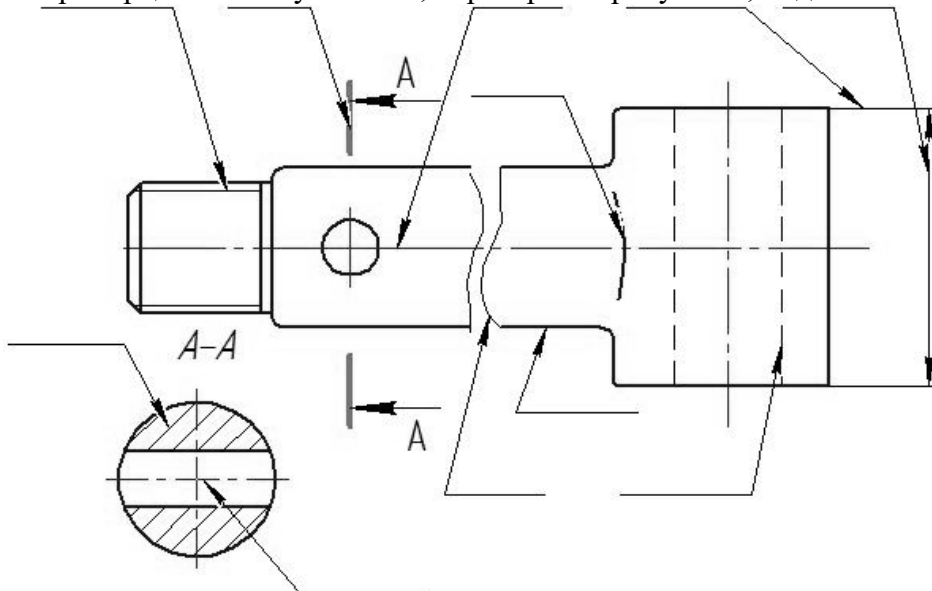

Рисунок 3
2. Пропорционально увеличив, перечертить рисунок 3, подписать название линий